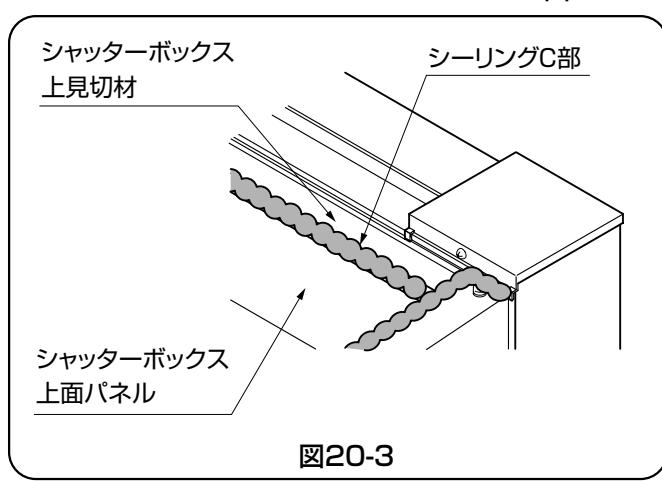

図20-3
- ③シャッターボックス上見切材の下端とシャッターボックス上面パネルの継ぎ目の部分（C部）にシーリング処理をしてください。（図20-3参照）